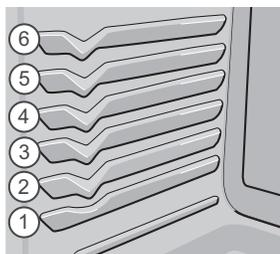
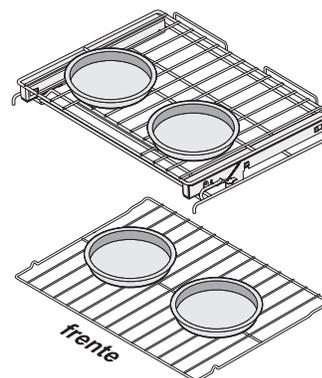

Figura 28: Posiciones de las rejillas del horno
Figura 29: Hornear en varios niveles/parrillas
- Para obtener los mejores resultados cuando hornee galletas con dos parrillas, coloque las parrillas en las posiciones 3 y 5 (Figura 28) y utilice la parrilla plana en la posición 3 y la parrilla deslizante en la posición 5.
- Para obtener los mejores resultados cuando hornee tortas con dos parrillas, coloque las parrillas en las posiciones 1 y 4 (Figura 28) y posicione los utensilios tal como se muestra en la Figura 29. Utilice la parrilla plana en la posición 1 y la parrilla deslizante en la posición 4.
- Al hornear usando dos parrillas del horno, coloque los utensilios para hornear posición como se muestra en la Figura 29. Deje por lo menos 2 pulgadas (5 cm) de espacio entre los utensilios para hornear, para la circulación adecuada de aire.